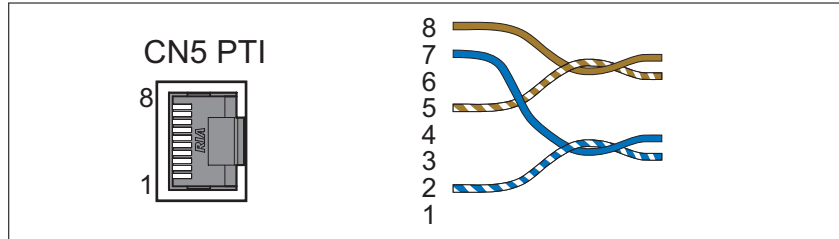

Ilustración 43: Esquema de conexiones Pulse Train In (PTI) de 24 V. Observe la formación diferente de pares.
- ▶ Confeccione el cable tal y como se muestra en la figura Ilustración 43. Observe la asignación correcta de conectores. La formación de pares para PTI de 24 V no se corresponde con la asignación de conectores común.